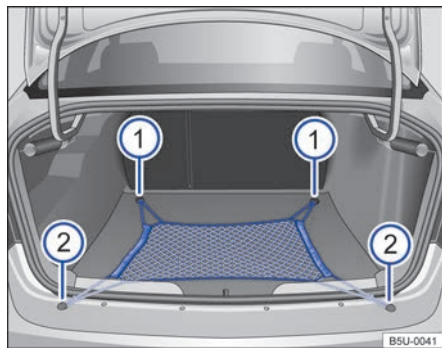

Fig. 76 En el maletero: red para equipaje.
Encajar las asas de la red para equipaje → fig. 76 ① y ② en los ojales existentes en el maletero.